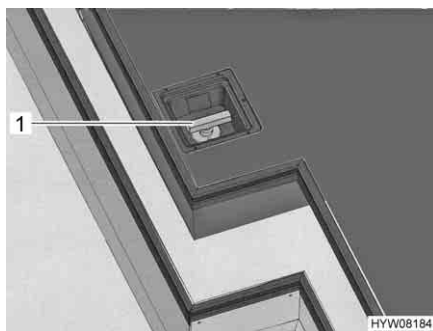

Fig. 93 Leva di comando del serbatoio delle acque grigie
La leva di comando (Fig. 93,1) per lo scarico delle acque grigie si trova nel garage di coda. Il tubo di scarico con collegamento per un tubo di gomma per lo scarico si trova sotto al veicolo.
- Aprire il rubinetto di scarico. A questo scopo ruotare la leva di comando (Fig. 93,1) del rubinetto di scarico di un quarto di giro. La leva di comando è posizionata verticalmente oppure nel senso della lunghezza rispetto al tubo di scarico. Le acque grigie fuoriescono.
- Dopo il deflusso completo delle acque grigie, richiudere il rubinetto di scarico. A questo scopo ruotare la leva di comando (Fig. 93,1) del rubinetto di scarico di un quarto di giro. La leva di comando è posizionata orizzontalmente oppure trasversalmente rispetto al tubo di scarico.